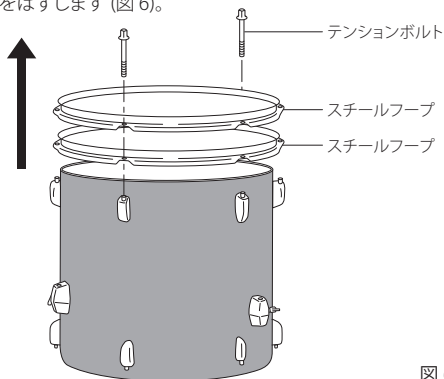

図 6
1. フロアタム本体についている 2本のテンションボルトとフープをはずします (図 6)。